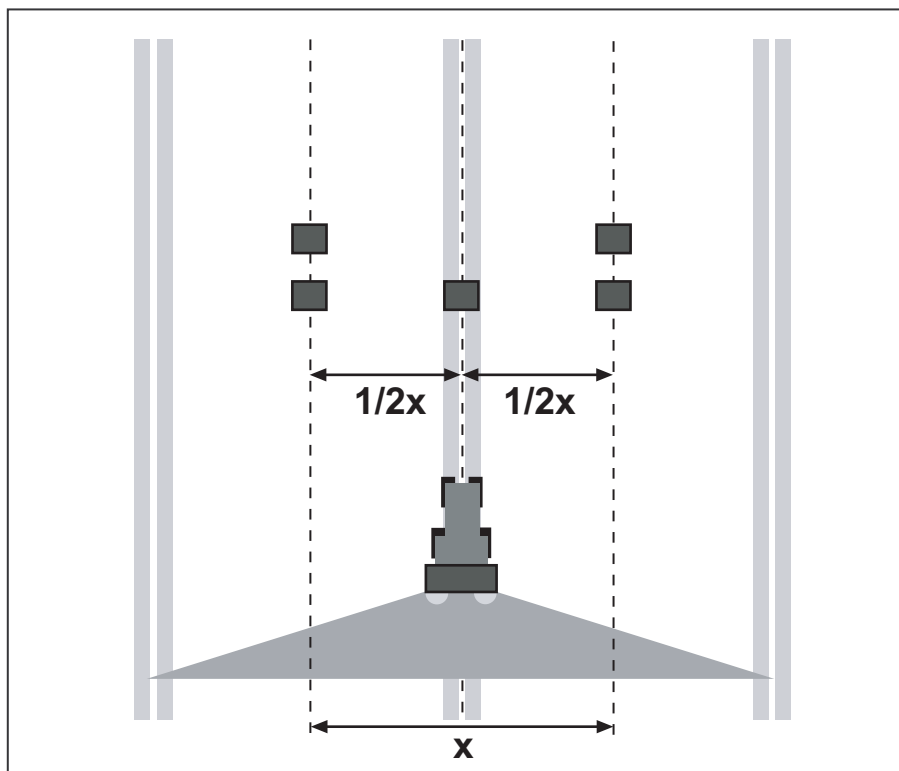

Bild 7.23: Uppställning för en passering
- Placera två uppsamlingsskålar på vardera sidan av körbanan på ett avstånd av **1 m** efter varandra i överlappningszonerna (mellan körbanorna) och en uppsamlingsskål i körbanan (enligt bild 7.23).